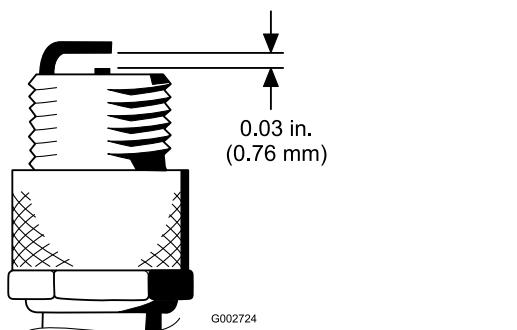

Figura 29
4. Impostate la distanza tra l'elettrodo centrale e l'elettrodo laterale a 0,76 mm; fate riferimento a Figura 29. Montate la candela alla giusta distanza con una guarnizione di tenuta e serratela a 23 N·m. In mancanza di una chiave torsiometrica, serrate a fondo il tappo.